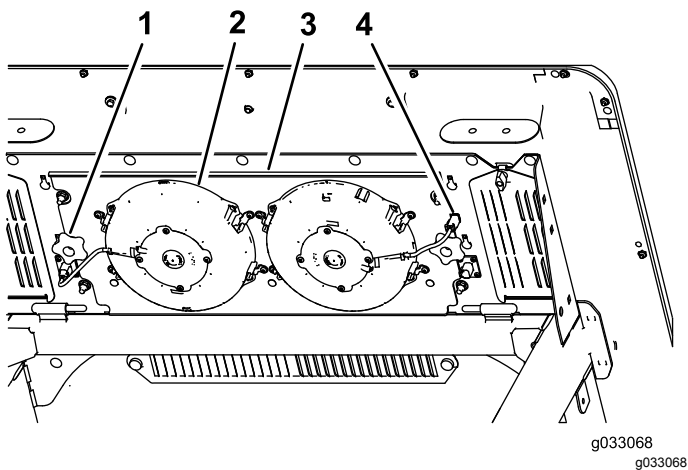

Figura 82
2. Pestaña (4)
3. Desconecte el enchufe y el cable de los ventiladores de la toma (Figura 82).
4. Retire los 2 mandos que fijan el conjunto del panel del ventilador y los ventiladores a la parte inferior de la parte superior de la cabina (Figura 82) y retire el conjunto.